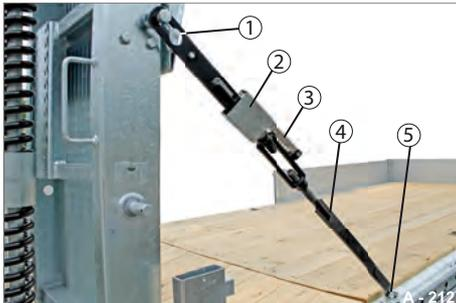

Abb. 49 Sicherungsspanner 2, Übersicht
► Hebel (Abb. 51/1) drehen, bis sich der Haken (Abb. 49/4) aus dem Zurring (Abb. 49/5) entfernen lässt.